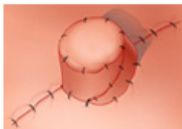

Figura 6
19. Terminare la procedura chirurgica chiudendo tutti i siti di incisione con una linea di sutura non riassorbibile o a lento riassorbimento a prova di perdite, come illustrato in Figura 6.